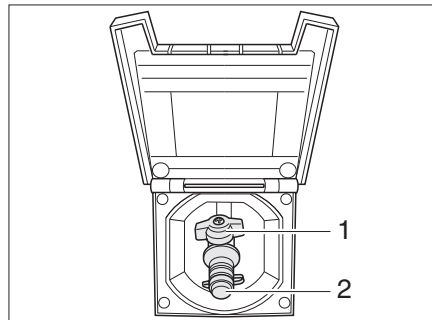

Fig. 232 Toma exterior de gas, válvula de paso de gas cerrada
La toma de gas externa (Fig. 232) se encuentra en el lado derecho del vehículo. En casos excepcionales, la toma de gas externa también se encuentra en el lado izquierdo del vehículo o en la parte trasera.
- Conectar el aparato de gas externo en el punto de conexión (Fig. 232,2).
- Abrir la válvula de paso de gas (Fig. 232,1).